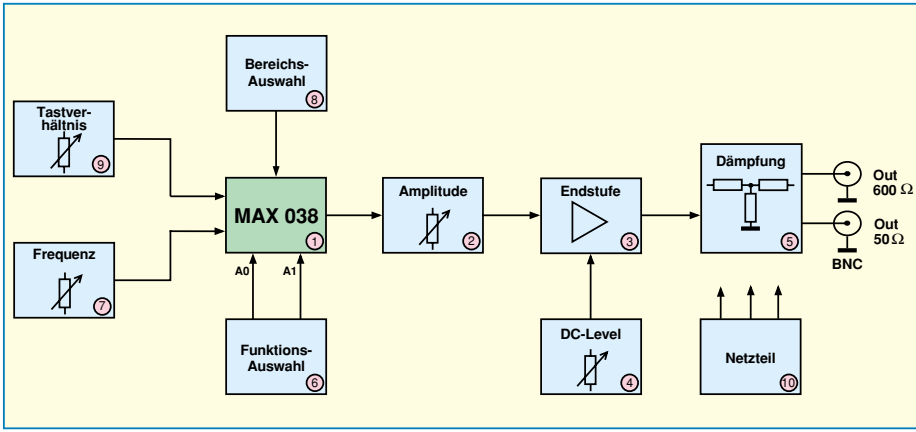

Bild 2: Blockschaltbild des Funktionsgenerators FG 7000
Abbildung 2 zeigt den prinzipiellen Aufbau des auf der Grundlage des MAX 038 entwickelten Funktionsgenerators FG 7000. Das Ausgangssignal des MAX 038 (1) gelangt mit einer Amplitude von 1V zum Einsteller „Amplitude“ (2), mit dem sich das Signal im Bereich von 0 bis 1 V einstellen läßt. Von hier wird das Signal der Endstufe (3) zugeführt. Mit einer Verstärkung von 5 ergibt sich die maximale Ausgangsspannung des FG 7000 zu 10 V_{SS}.